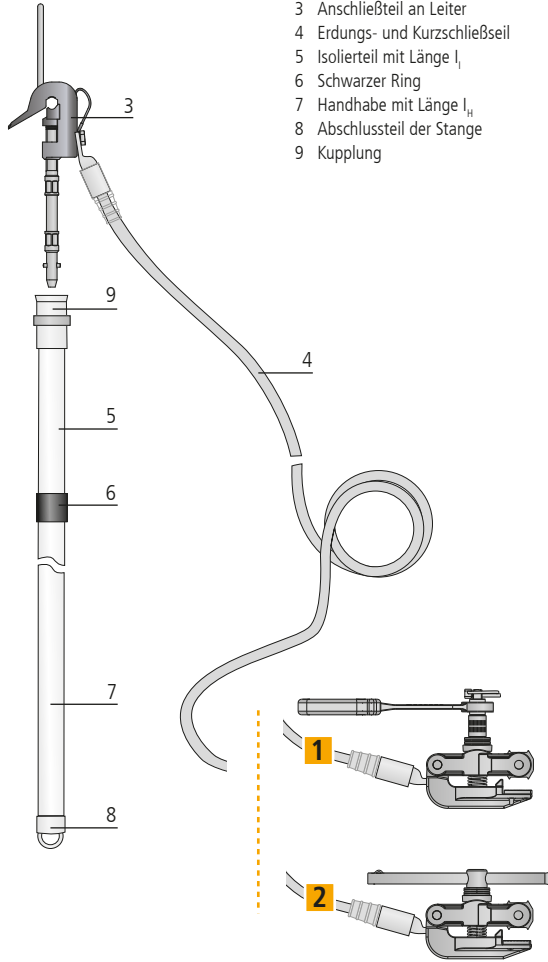

Bild 1 Einpolige Erdungs- und Kurzschließvorrichtung
- 2.1 Erdungs- und Kurzschließeile an freigeschalteten Leitern, dürfen nur mit Erdungsstangen angebracht werden, siehe Bild 1 und 6. Dabei darf die Erdungsstange nur an der Handhabe (bis zum schwarzen Ring oder zur schwarzen Begrenzungsseibe) gefasst werden.